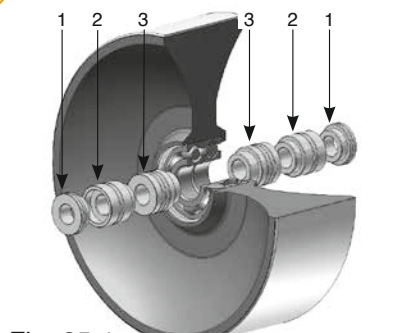

Fig. 25-1
- Montage version A ou C : roue largeur 67mm (fig. 25-1).
- Version A or C assembly : 67mm wide wheel (fig. 25-1).
- Montage versie A of C: wiel breedte 67 mm (fig. 25-1).
- Сборка версии А или С: 67 мм ширина колеса (рис.25-1).